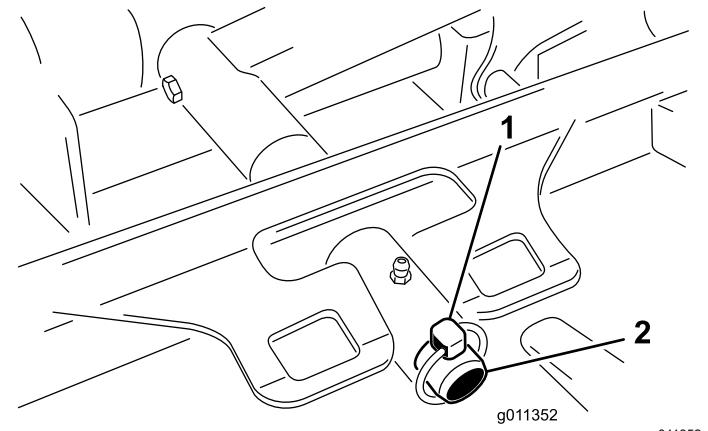

Figura 93
3. Rimuovete l'acciarino (per macchine Groundsmaster 4500) o il dado di fissaggio (per macchine Groundsmaster 4700) che fissa il telaio portante dell'apparato di taglio al perno girevole del braccio di sollevamento (Figura 93).
2. Fate scorrere il telaio portante dell'apparato di taglio sul perno girevole del braccio di sollevamento (Figura 93). Fissate l'apparato di taglio al perno con l'acciarino (per macchine Groundsmaster 4500) o il dado di fissaggio (per macchine Groundsmaster 4700).